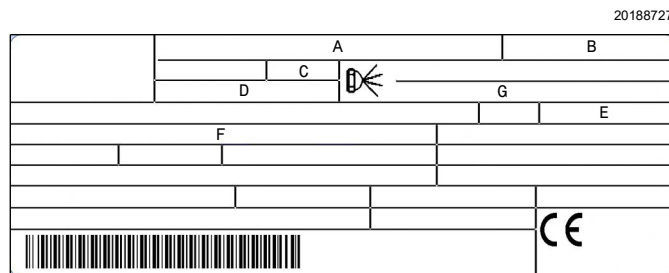

Fig. 6
- el modelo (véase **A** en Fig. 6) y el tipo del quemador (**B**);